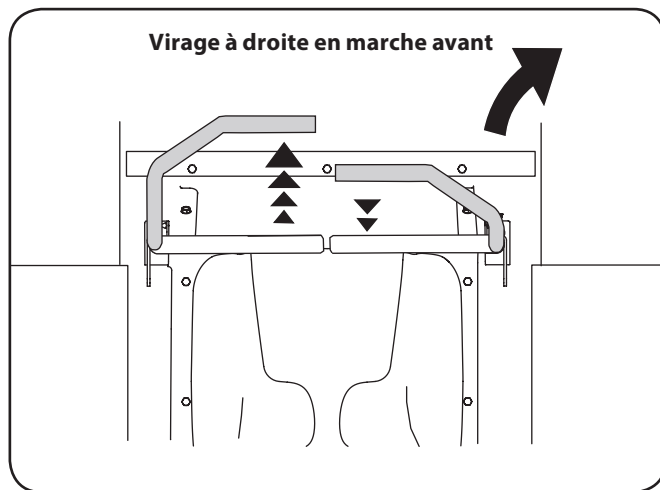

Figure 5-4
2. Pour tourner à droite, tirez la barre de conduite droite vers vous et poussez la barre gauche vers l'avant. Voir Figure 5-4.